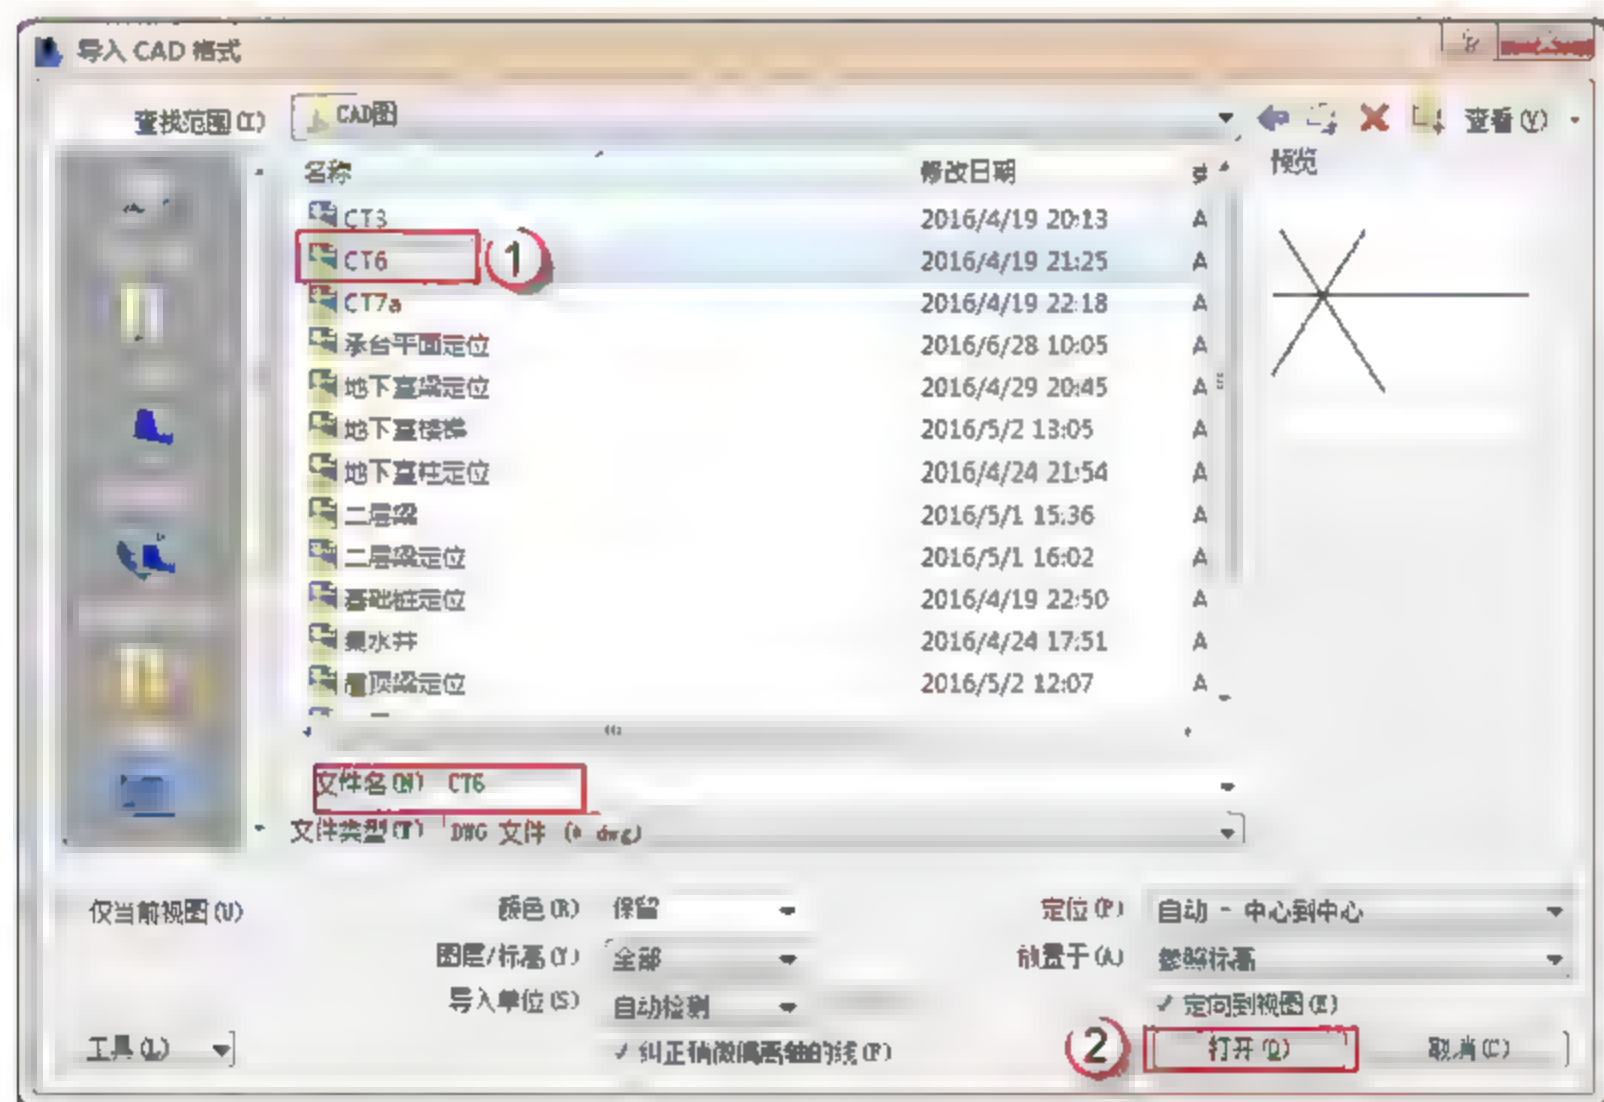

图 2.1.66 导入 CAD 图
(2) 导入配套资源中的 DWG 文件。选择“插入”→“导入 CAD”命令,在弹出的“导入 CAD 格式”对话框中选择“承台 CT6” DWG 文件,如图 2.1.66 所示。